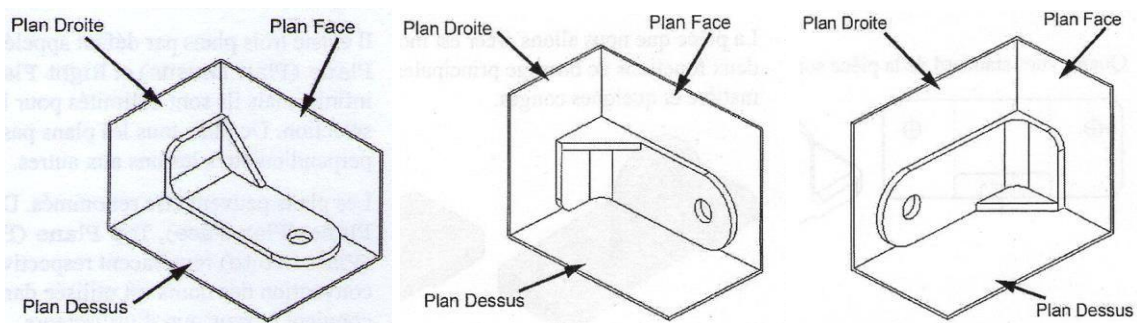

Figure III.4. Exemple du choix du plan d'esquisse
- L'apparence qui détermine comment la pièce sera orienté dans les vues standard, dans une vue par exemple ISOMETRIQUE. En plus, elle détermine la manière d'examiner le modèle en le créant (voir exemple sur Fig III.4).